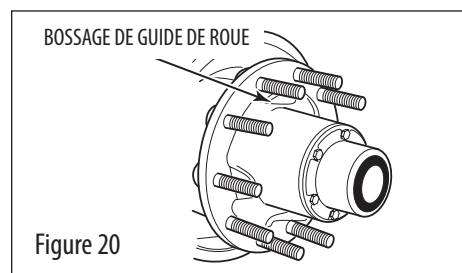

Figure 20
4. Avant d'installer des tambours et des roues avec un système de guide du moyeu, tournez le moyeu de façon à ce que l'un des bossages du guide de roue se trouve vers le haut (position midi) (voir figure 20).